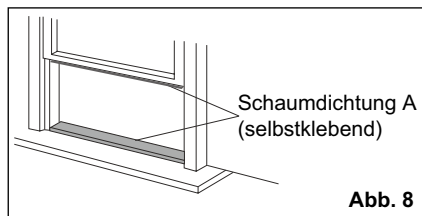

Abb. 8
1. Schaumdichtungen A (selbstklebend) auf die richtige Länge schneiden und an Fenster und Fensterbank anbringen. (Abb. 8)